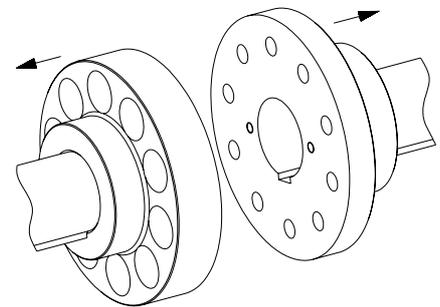

Figura 14
- Por favor, monte los manguos en el eje del lado motriz y conducido de forma que las caras finales de los manguos del acoplamiento queden al ras con las caras de los ejes (ver figura 14).